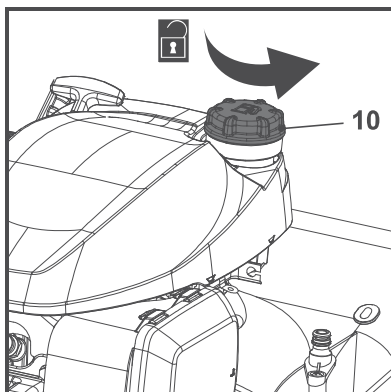

Fig. 6
3. Desenrosque y deje a un lado el tapón del depósito de combustible (10) (Fig. 6).